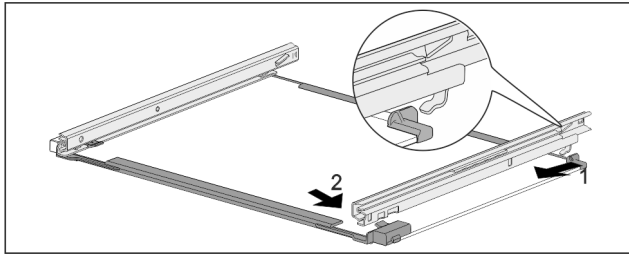

*Fig. 157 Placa de vidrio con guías*
- ▶ Presione hacia arriba el gancho de retención delantero. *Fig. 157 (1)*
- ▶ Retire la guía extraíble hacia un lado *Fig. 157 (2)* y hacia atrás *Fig. 157 (3)*.